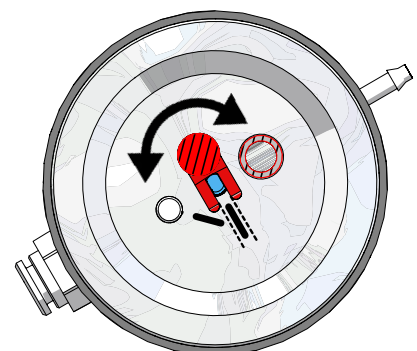

Fig. 13
- ⇒ ¡En depósitos de chorreado de 25 - 70 µm, debe ajustarse la boquilla dosificadora (Fig. 13)!